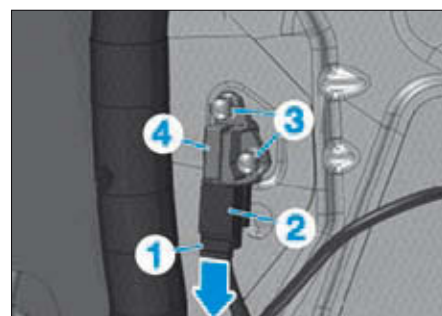

FIG. 20
- Débloquer le verrouillage (1) dans le sens de la flèche puis débrancher le connecteur électrique (2) (Fig.20).
- Dévisser les vis (3) et retirer le capteur de collision d'airbag frontal (4).